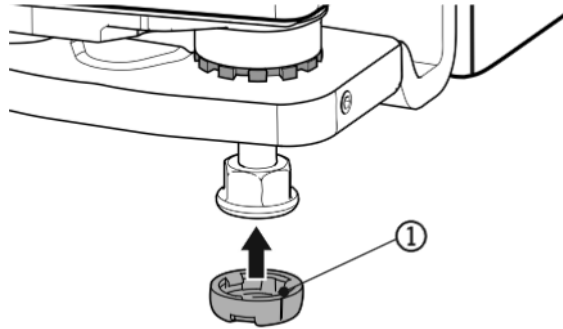

Fig. 5
- ▶ Założyć zaślepkę Fig. 5 (1). Zwrócić uwagę na prawidłowe osadzenie.